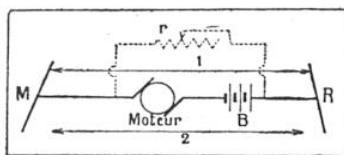

FIG. 1. — MONTAGE DE SYNCHRONISATION DU MOTEUR
La vitesse d'un moteur électrique peut varier légèrement suivant la valeur du couple résistant qu'il doit vaincre ou par suite des variations de la tension qui l'alimente. Certaines applications, comme l'enregistrement très précis de temps au moyen d'un chronographe imprimant — compétitions sportives, par exemple (1) — exigent cependant du moteur électrique entraînant les tambours des heures, minutes, secondes et centièmes de seconde, une vitesse aussi constante que possible. Voici comment on « synchronise » le mouvement au moyen d'une horloge électrique de haute précision. Le moteur (alimenté par une batterie d'accumulateurs) est monté avec deux fils de retour du courant 1 et 2 (fig. 1). On forme ainsi deux circuits distincts et il suffit évidemment que l'un d'eux soit fermé pour que le courant passe. Pour cela, on dispose à chaque extrémité un inverseur : l'un, *R*, commandé par le balancier de l'horloge ; l'autre